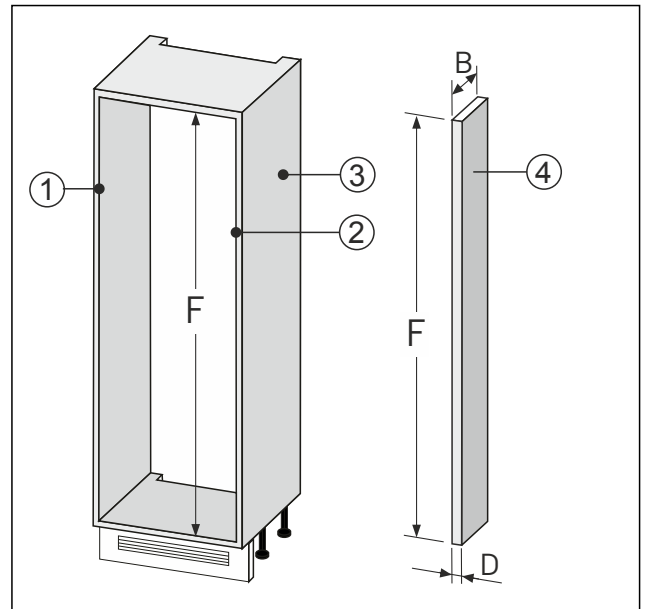

Fig. 87
► Valmista seinätasaus Fig. 87 (4) edellä mainittujen mittojen mukaan.